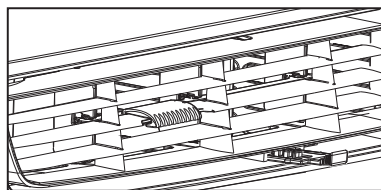

Figure 3 (VENTILACIÓN ABIERTA)
3. Intercambiar el aire de la estancia - ventilación abierta (ver Fig. 3)